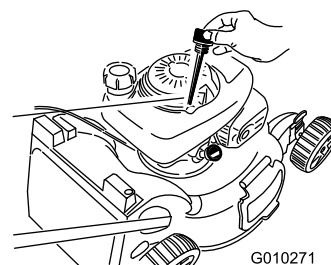

Рисунок 41
3. Извлеките масломерный щуп (Рисунок 41).